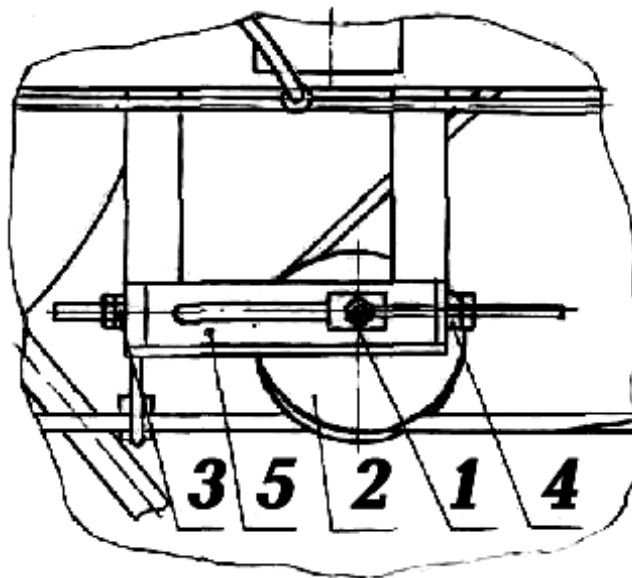

Рис. 5.3. Схема регулировки натяжения ремня
5.3. Регулировка натяжения ремня /рис. 5.3/;